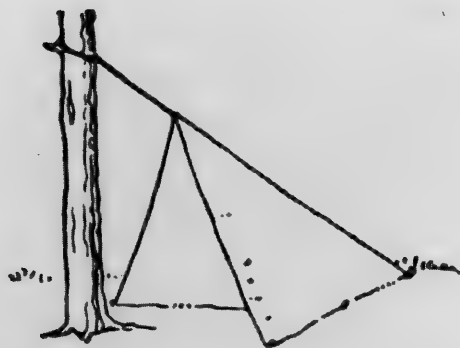

Abb. 11
1. Das Waldläuferzelt (Abb. 11 und 12) ist das einfachste und kleinste Zelt und leicht aus einer Zeltbahn herzustellen. Zu achten ist lediglich darauf, daß die Öffnung nach der windgeschützten Seite schaut. Das Waldläuferzelt ist vornehmlich ein Schutzzelt. In lauen Sommernächten ist auch gut unter dem einfachen Dach zu schlafen. 2. Ein Dachzelt (Abb. 13) legen wir uns aus einer Bahn dann an, wenn wir einen Holzstoß oder eine senkrechte (niedrige) Mauer oder Wand beim Rastplatz haben. 3. Ein Giebelzelt aus einer Bahn, wie es die Abbildung 14 zeigt, ist naturgemäß sehr niedrig. Es langt gerade, daß ein Mann darunter schlafen kann. Das eine Ende wird am besten mit Reisig, Erde oder Laub geschlossen. In etwa 60 cm Höhe wird zwischen zwei Bäumen eine Schnur gespannt (oder auch Stange befestigt!) und die Zeltbahn mit der Mittelsenkrechten (als Firstnaht) über die Schnur gelegt. An beiden Seiten spannt man zur Erde. Der Schlaf„schlauch“ ist etwa 60 cm hoch, 80—100 cm breit und 1,65 m lang. Wir brauchen mindestens vier, jedoch höchstens sechs Heringe. Im übrigen läßt es sich gut in diesem Zelt schlafen. Mit zwei Bahnen können wir immer noch kein geschlossenes Zelt herstellen. Immerhin bieten sich einige Möglichkeiten für den Bau von Schlafzelten. 4. Das First- oder Giebelzelt aus zwei Bahnen bietet drei Leuten bequem Schutz. Wir können es entweder auch wieder ohne Verwendung von Zeltstäben (Abb. 15) oder mit Stäben und Verspannung (Abb. 16) bauen. — Haben wir Giebel-dreiecke, dann sind die Stirnseiten zu verschließen. Im andern Fall greifen wir wiederum zu Reisig und Laub. Bietet sich Gelegenheit, das Zelt mit einer Stirnseite gegen eine senkrechte Wand zu stellen (Abb. 17), so nutzen wir diese selbstverständlich aus. Das Firstzelt bietet nun allerlei Möglichkeiten zur Vergrößerung, wenn man genügend Bahnen zur Verfügung hat. Im allgemeinen soll man jedoch nicht über drei bis vier Bahnlängen (Abb. 18) hinausgehen.
weil man auch so beim Aufbau des Dreier-Spitzzeltes vorgehen kann: Bahnen aneinanderknöpfen, in Punkt 1 und 2 anpflocken, vier Stäbe ineinanderschieben und durch die drei in ● zusammenstoßenden Ösen stecken. Zeltstab aufstellen, von oben beginnend die noch offene Seite zuknöpfen bis 3, nun das Zelt fertig spannen und die schraffierten Ecken einschlagen. Benötigt werden außer Stäben und Zeltbahnen noch 9 Heringe. Das Dreier-Rundzelt bietet zwei Erwachsenen mit Gepäck oder drei Jungen Nachtquartier oder bis zu fünf Leuten Wetterschutz. 8. Halboffenes Firstzelt aus vier Bahnen (Abb. 26) ist von vier Mann mit umfangreichem Gepäck zu beziehen. Aufbau wie in Abbildung 27. Bei der angenommenen Windrichtung wird geknöpft: 1 über 2, 3, 4 und 2 über 3. Durch die in den Punkten ● zusammentreffenden Ösen werden die Stäbe (je drei ineinandergesteckt) geschoben und das Zelt aufgestellt. Den schraffierten Bahnteil schlage man ein. Er dient als Unterlage. Bahn 4 wird nicht an Bahn 2 angeknöpft, sondern in a und b angepflockt. Bahn 4 bildet also ein Waldläuferzelt, wie wir es aus der Abbildung 11 oder 12 kennen. Darunter wird das Gepäck verstaut. Der Zelteingang ist leicht mittels einem Reißiggeflecht zu verschließen. Bei diesem Zelt sind Spannschnüre in der Firstrichtung nötig. Man kann natürlich auf eine Spannschnur (auf der Seite des angeknöpften „Waldläuferzeltes“) verzichten. Das Zelt steht aber besser, wenn beiderseitig gespannt wird. 9. Das Vierer-Spiz- oder Vierer-Schlafzelt (Abb. 28) ist sehr flach und deshalb unbequem und nur zum Schlafen geeignet. Selbst das Schlafen darin kann ekelhaft und ungemütlich sein, weil Regenwasser infolge des geringen Bahnengefälles sehr schlecht abfließt und meist durchsickert. Schlafen können 8 bis 10 Leute im Vierer-Spizzelt. Die Bahnen werden wie in Abbildung 29 zusammengelegt und geknöpft (1 über 2 und 3, 2 über 4, 3 über 4). Der Zeltstab, aus zwei Teilen bestehend, wird in der Mitte aufgestellt. Eine Erhöhung des Zeltes kann man erzielen, wenn die schön abgestochene Grabenerde direkt unter die Bahnenränder gebracht wird. Den Graben hebt man um der Erhöhung des Zeltes willen etwas tiefer als sonst aus. Außer den Bahnen und dem Stab brauchen wir 16 Heringe. 10. Der Siebener ist 'ne feine Sache. Er ist 1,65 m hoch, 2,20 m lang und 3,30 m breit und hat die Form des Siebelzeltes. Wir knöpfen die Bahnen (7), wie aus der Abbildung 30 zu entnehmen ist, zusammen. Die Diagonale von 1 ist der First. Man braucht also keine Angst zu haben, daß von oben her Wasser einläuft, weil keine Firstknöpfung vorhanden ist. Man läßt die Mittelnahrt der Bahn als First gelten. Die Diagonalen der Zeltbahnen 3, 4, 7 und 6 sind die